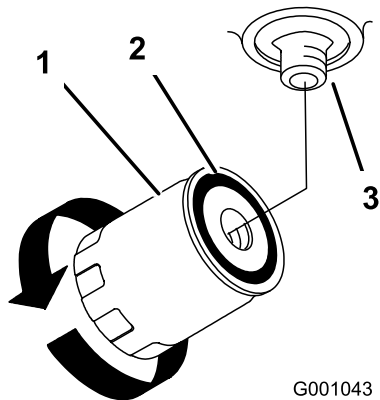

Bild 76
4. Entfernen Sie den Altfilter und wischen die Dichtfläche am Anbaustutzen (Bild 76) ab.
6. Setzen Sie den Ersatzfilter auf den Filterstutzen. Drehen Sie den Ölfilter nach rechts, bis die Gummidichtung den Anbaustutzen berührt. Ziehen Sie ihn dann um eine weitere 1/2 Umdrehung fester (Bild 76).